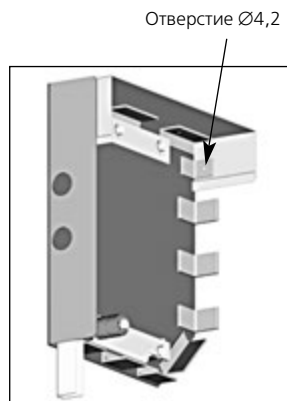

Рис.2.10
3. Разметить и сверлить совместно в верхнем уголке передней части крышек и в панели корпуса по одному отверстию $\varnothing 4,2$ мм для последующей установки заклепок (рис.2.10).